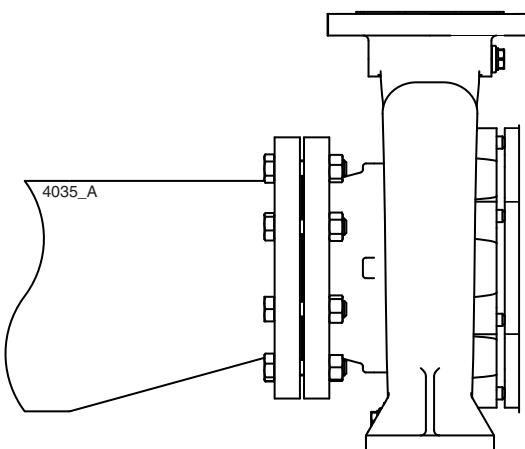

Рисунок 6: Переходной патрубок с эксцентрическим расположением концевых отверстий для всасывающего фланца.
- Сечение всасывающей трубы должно быть достаточного размера. Эта труба должна быть максимально короткой и подходить к насосу таким образом, чтобы исключить образование воздушных пробок. Если это невозможно, в самой верхней точке трубы следует предусмотреть устройство для выпуска воздуха. Если внутренний диаметр всасывающей трубы превышает размер приемного патрубка насоса, следует использовать переходной патрубок с эксцентрическим расположением концевых отверстий для предотвращения образования воздушных пробок и завихрений. См. рисунок 6.